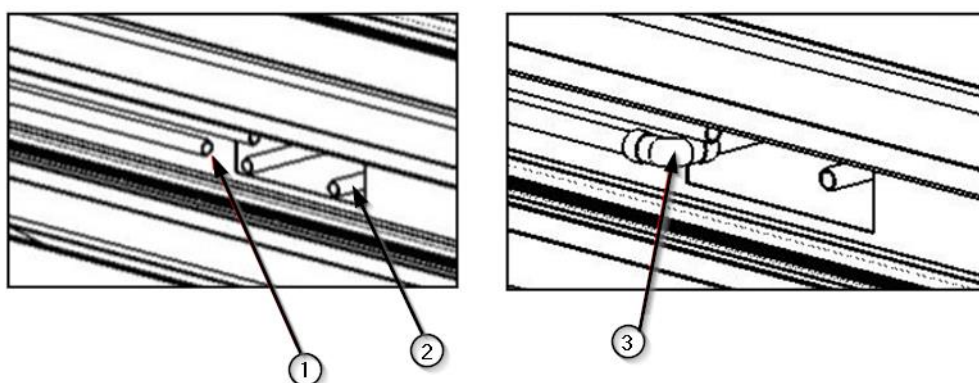

Fig.12 Coupe des tuyaux et pose des raccords en cuivre
- Couper le tuyau ① de la tuyauterie de l'appareil et le tuyau ② correspondant au circuit de gaz en question provenant de l'installation.
- Placer le raccord en cuivre (coude) ③ en position pour relier les deux tuyaux.
- Soudez les 3 composants comme indiqué dans l'image de droite de la figure 12.